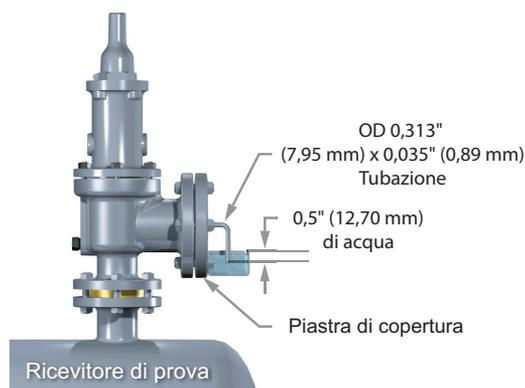

Figura 40: Disposizione tipica di collaudo
Informazioni generali: Impostare una tipica disposizione di prova per determinare la tenuta della sede per valvole di sfiato di sicurezza (SRV) nell'impiego di aria o gas (secondo ANSI B147.1/API RP 527) (vedere Figura 40).
1. Con la valvola montata verticalmente (vedere Figura 40), determinare il tasso di perdita, in bolle al minuto, con la pressione all'ingresso della valvola di sfiato di sicurezza (SRV) mantenuta al 90% della pressione di taratura immediatamente dopo lo scoppio. Per valvole impostate a 50 psig (3.45 barg) o inferiori, mantenere la pressione a 5 psig (0.34 barg) al di sotto del set point. La pressione di prova deve essere applicata per un minimo di 1 minuto sull'ingresso delle valvole da 2" (50.8 mm); 2 minuti per le dimensioni 2.5" (63.5 mm), 3" (76.2 mm) e 4" (101.6 mm), e 5 minuti per le dimensioni 6" (152.4 mm), 8" (203.2 mm), 10" (254 mm) e 12" (304.8 mm). Per le valvole metallo su metallo destinate all'impiego con gas,